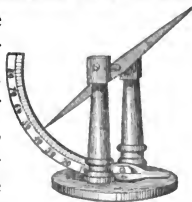

FIG. 37.
3. Eine Magnetnadel, die an einem Faden in ihrem Schwerpunkte aufgehängt ist, stellt sich an jedem Orte der Erde in die Richtung ein, welche die Tangente an die Kraftlinie des Erdfeldes an diesem Orte hat. Hierbei wird der Nordpol der Nadel von dem magnetischen Südpol der Erde angezogen und weist daher nach Norden. Die Nadel stellt sich in allen Punkten des magnetischen Äquators wagrecht, während sie in unseren Breiten eine stark nach unten geneigte Lage annimmt, da die Kraftlinien hier bereits stark abfallen. Der Winkel, den ihre magnetische Achse mit der Horizontalen bildet (vgl. Fig. 37), heißt die magnetische Inklination des betreffenden Ortes; sie beträgt in Deutschland jetzt etwa  $66^\circ$  (für Potsdam1 war die Inklination im Jahre 1904 =  $66^\circ 19,6'$ ). Je weiter man sich von dem magnetischen Äquator nach Norden oder Süden entfernt, um so steiler stellt sich die Magnetnadel ein, die Inklination wächst also mit der geographischen Breite.